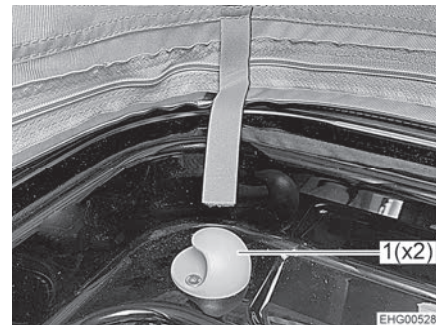

Bild 51 Hållare
- Haka fast skyddsnätet på de två hållarna (Bild 51,1).